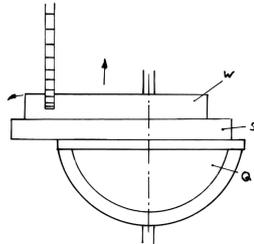

Abb. 10: Sägen freiliegender Teile.
- 3: Ersten Schnitt sägen und Werkstück umlegen und gegen Anschlag führen. Sägen, umlegen und wieder vorschieben usw. Bei jedem Schnitt entsteht an der festen Seite die linke Seite der Platte und an der abfallenden die rechte Seite der Platte. An eine solch glückliche Fügung in unserem Bereich muss man sich erst einmal gewöhnen. Und jetzt kommt noch etwas ungeheuer Wichtiges, was für alle Kleinteile gilt, die vom Block abfallen: Derartig kleine Stücke werden von der Säge zur Seite gedrängt, und damit reduziert sich die Spanabnahme. Nachher wundert man sich, dass kein Winkel stimmt. Das wird verhindert, wenn man das zu sägende Stück mit einer Leiste hinterlegt. (Abbildung 10). Junge", hat meine Mutter bei solchen Gelegenheiten immer gesagt, "schreib " dir das hinter die Ohren." Ich habe das nie verstanden: Da sieht man es doch nicht!
Q = Queranschlag, S = Stützleiste (siehe Abb. 10),